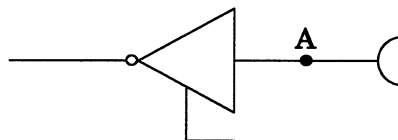

図 7.2-2
- [2] 入力回路のブロック図を図 7.2-2 に示します。本回路を使用する信号線は下記のとおりです。